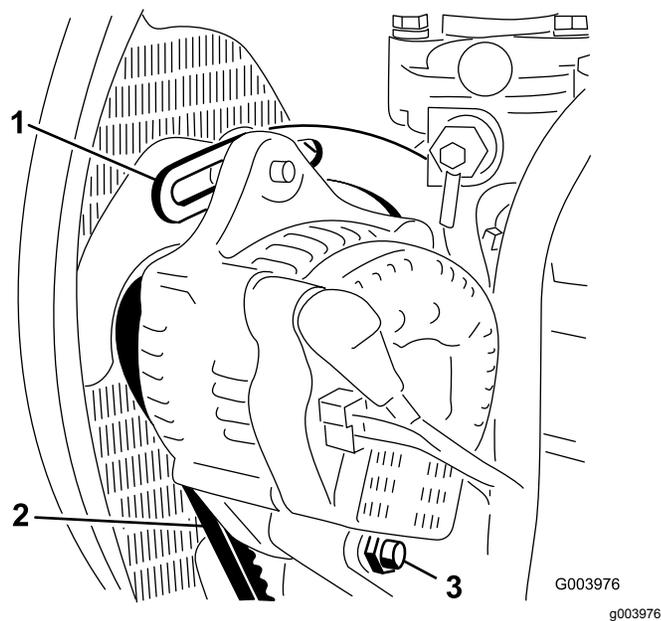

図 66
2. オルタネータ側プーリとクランクシャフト側プーリ間の中央部でオルタネータベルト(図 66)を指で10 kg程度の力で押してベルトの張りを点検する。
3. ブレースをエンジンに固定しているボルト 図 66と、オルタネータをブレースとピボットボルトに固定しているボルトをゆるめる。